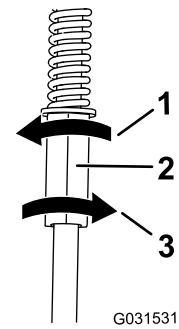

Figure 57
4. Tournez la tige de commande gauche d'un quart de tour à la fois jusqu'à ce que la machine avance en ligne droite (Figure 57).